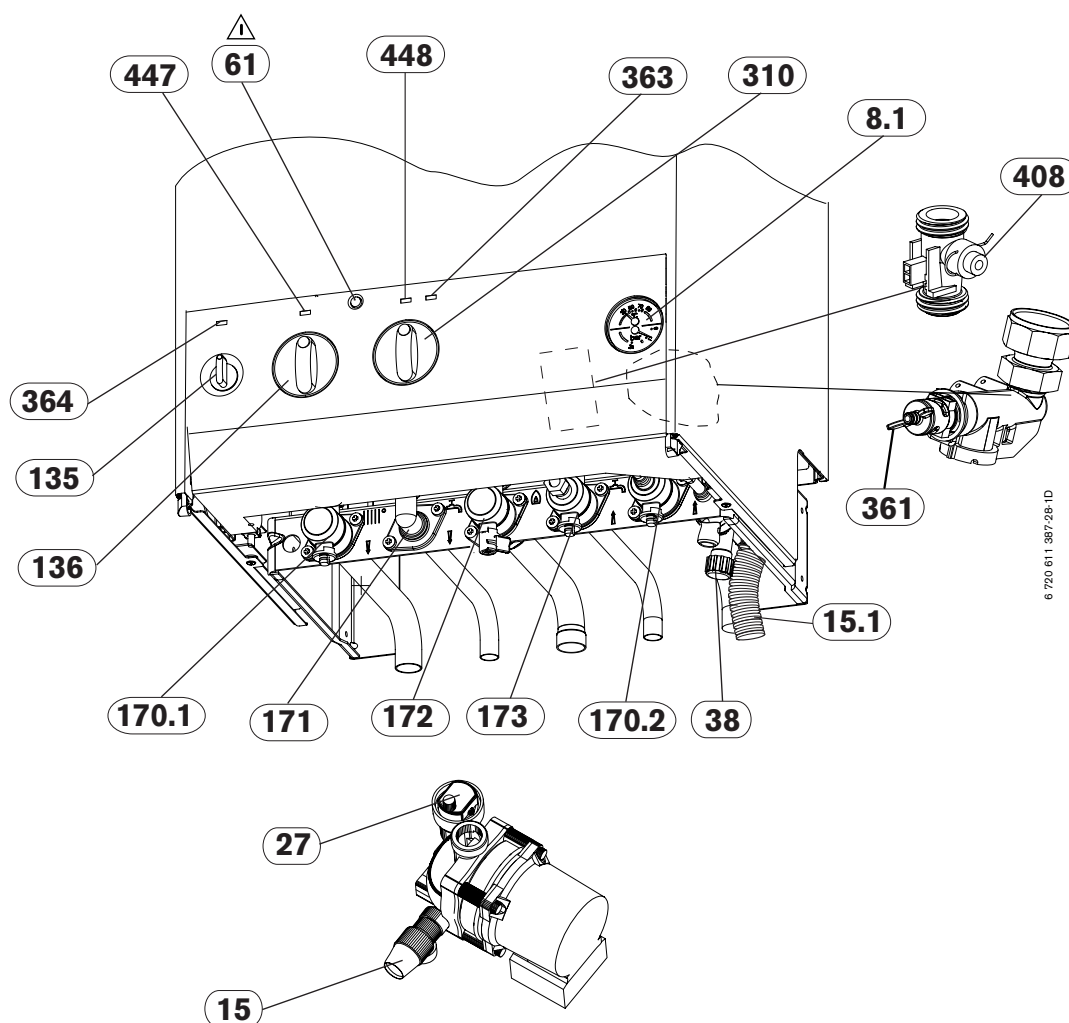

Fig. 25
- Pour vidanger l'appareil tourner la vis de vidange chauffage (361) (voir fig. 25).